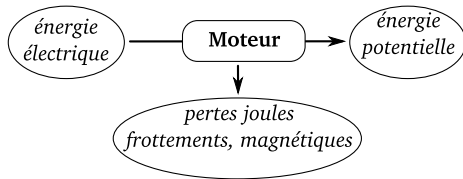

Figure 15.11 – Exercice 27 p.268
**Exercice 27 p.268** 1.a  $P = U \times I = 4,5 \times 0,100 = 0,45 \text{ W}$  pendant  $2,5 \text{ s}$  donc  $E_e = 0,45 \times 2,5 = 1,125 \text{ J}$ . 1.b  $P_J = r \times I^2 \times Temps = 2,1 \times 0,12 = 0,021 \text{ W}$  pendant  $2,5 \text{ s}$  donc  $E_J = 0,021 \times 2,5 = 0,0525 \text{ J}$ . 1.c  $E_1 = E_e - E_J = 1,125 - 0,0525 = 1,07 \text{ J}$ . 2.  $E_m = m \times g \times h = 0,035 \times 9,8 \times 0,60 = 0,21 \text{ J}$ . 3.  $\frac{E_m}{E_1} = \frac{0,21}{1,07} = 20\%$  on n'a transmis que 20% de l'énergie, le reste est perdu! Il y a beaucoup de frottements mécaniques au niveau du moteur et au niveau des engrenages du treuil et des poulies qui guident le câble de traction. 4. Voir figure 15.11. 5. Voir 3).